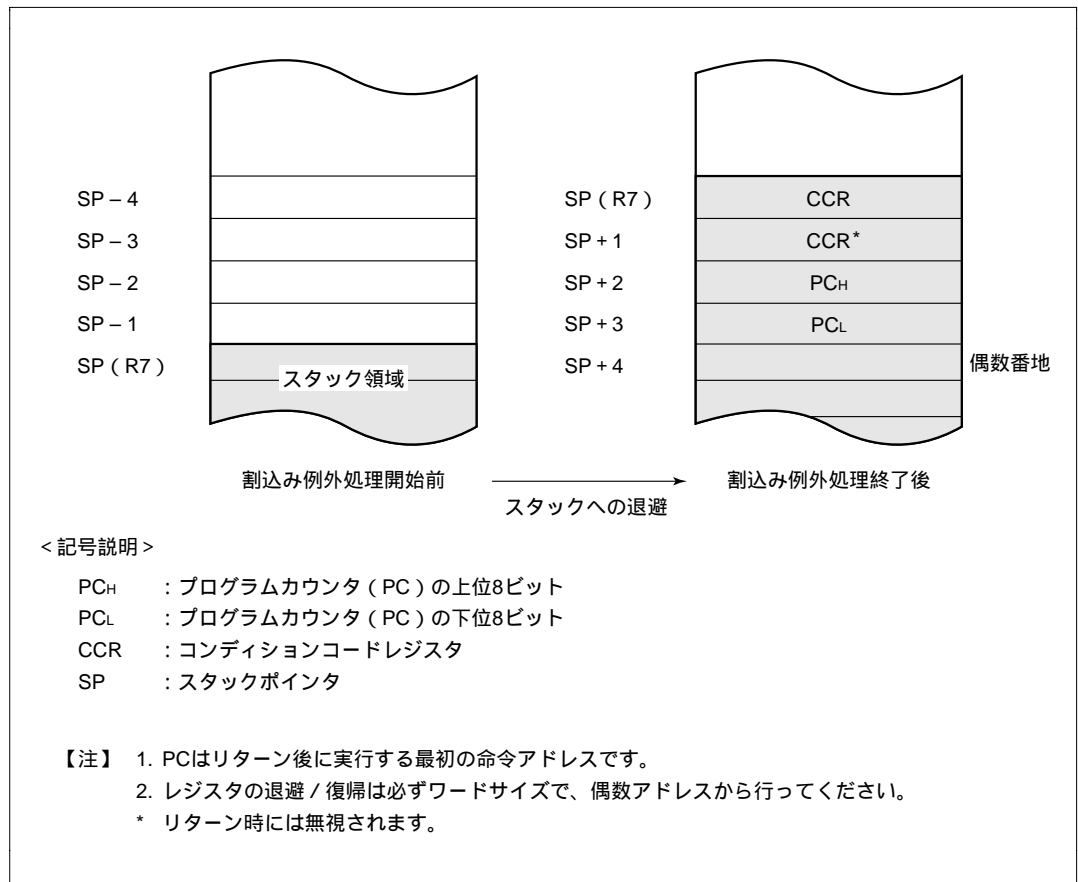

図 3.5 割込み例外処理終了後のスタック状態
- (1) 割込み許可レジスタの対応するビットが"1"にセットされている状態で、割込み要因が発生したとき、割込みコントローラに対して割込み要求信号が送られます。
- (2) 割込みコントローラに割込み要求信号が送られると、割込み要求フラグがセットされます。
- (3) 割込み許可フラグが"1"にセットされている割込みの中で、優先順位にしたがって最高位の割込み要求が選択され、その他は保留となります（表 3.2 参照）。
- (4) CCR の I ビットを参照し、I ビットが"0"にクリアされている場合は、割込み要求は受け付けられますが、I ビットが"1"にセットされている場合は割込み要求は保留となります。
- (5) 割込み要求が受け付けられると、そのとき実行中の命令の処理が終了した後、PC と CCR がスタック領域に退避されます。このときのスタックの状態を図 3.5 に示します。スタックされる PC は、リターン後に実行する最初の命令のアドレスを示しています。
- (6) CCR の I ビットが"1"にセットされます。これにより、すべての割込みはマスクされます。
- (7) 受け付けた割込みに対応するベクタアドレスを生成し、そのアドレスの内容によって示されるアドレスから、割込み処理ルーチンの実行を開始します。